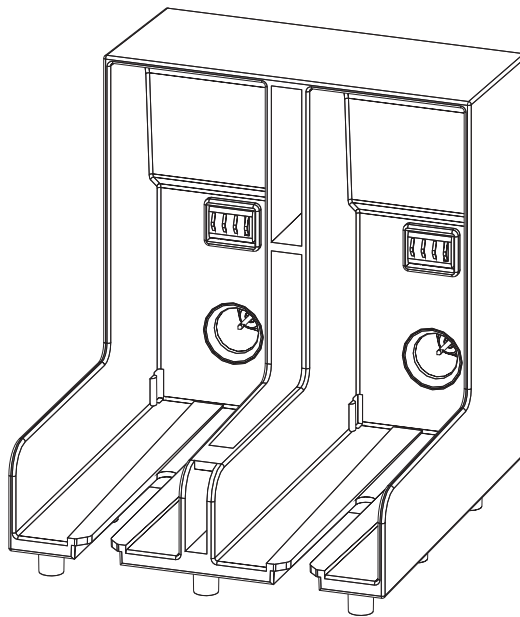

Abbildung 6-3: Kartuschenhalterschlitze
- 5 Bringen Sie die Tintenkartusche in den Tintenkartuschenhalter ein, indem Sie den Kartuschenschlüssel mit dem korrekten Halterschlitz ausrichten (Abbildung 6-3 auf Seite 6- 6).